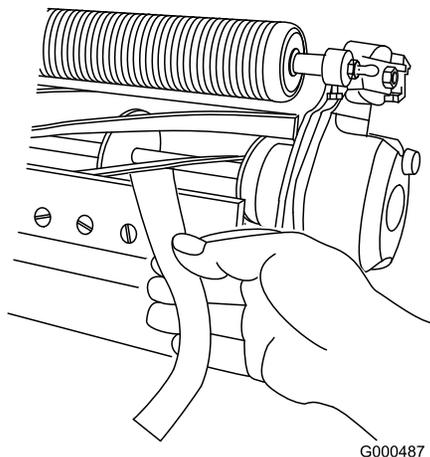

Figura 11
1. Parafuso de ajuste da barra de apoio (2)
B. Insira uma fita comprida de papel de desempenho de corte entre o cilindro e a lâmina de corte, perpendicular à lâmina de corte (Figura 11) e, em seguida, rode **lentamente** o cilindro para a frente; deve cortar o papel; caso contrário, repita os passos A e B até que o faça.
11. Insira uma fita comprida de papel de desempenho de corte (Peça Toro N.º 125-5610) entre o cilindro e a lâmina de corte, perpendicular à lâmina de corte (**Figura 11**) e, em seguida, rode **lentamente** o cilindro para a frente; deve cortar o papel; caso contrário, rode cada parafuso de ajuste da barra de apoio no sentido dos ponteiros do relógio 1 clique e repita este passo até que corte o papel.